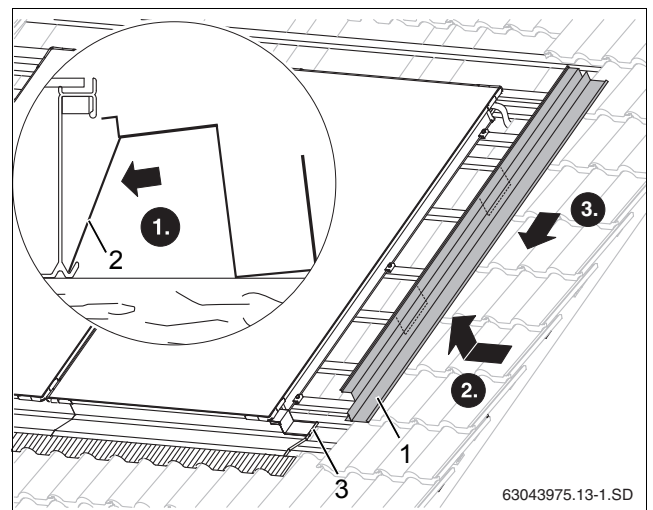

Рис. 48 Установка правого бокового накладного листа
- ▶ Нужно установить опорные листы (рис. 48, [2]) в нижнюю кромку коллектора.
- ▶ Вставьте боковые накладные листы справа и слева (рис. 48, [1]) верхней кромкой в паз коллектора и задвиньте на нижний накладной лист.
- ▶ Для лучшей фиксации сожмите перехлест обоих листов (рис. 48, [3]).